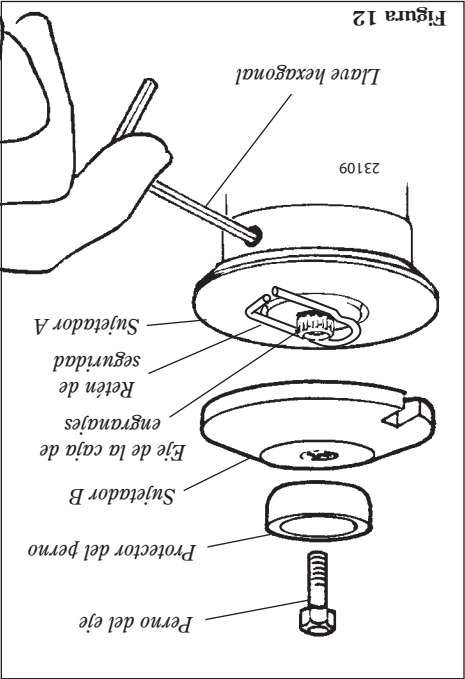

Figura 12
- Ponga la T231X de cabeza, de tal forma que el perno del eje de la caja de engranajes este cara arriba y retire el perno del eje, el protector de perno y el soporte "B" del eje de la caja de engranajes. Alinee la muesca en el Soporte "A" con la muesca correspondiente en el borde de la caja de engranajes y luego asegure temporalmente el eje de salida insertando la llave hexagonal a traves de ambas muescas. Consulte la figura 12.